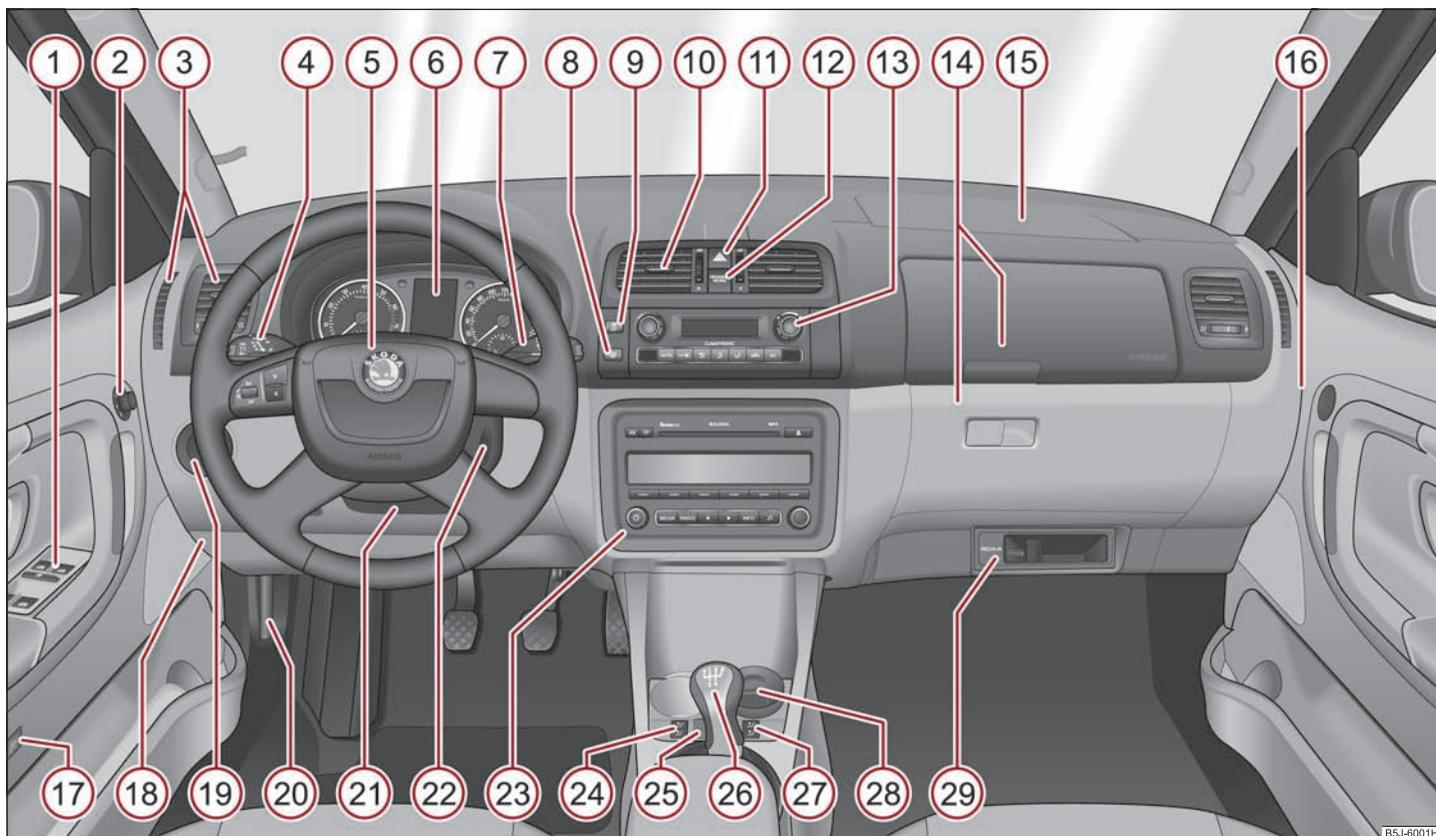

Abb. 1 Einige der in der Abbildung aufgeführten Ausstattungen gehören nur zu bestimmten Modellausführungen oder sind Mehrausstattungen.
- Bei Fahrzeugen mit Rechtslenkung weicht die Anordnung der Bedienungselemente zum Teil von der in ⇒ Seite 10, Abb. 1 gezeigten Anordnung ab. Die Symbole entsprechen jedoch den einzelnen Bedienungselementen. ■